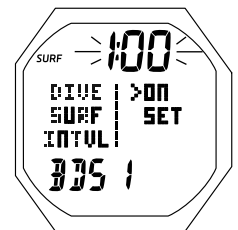

Fig. 145 - RÉGLAGE DE L'INTERVALLE DE SURFACE ENTRE LES PLONGÉES
**RÉGLAGE DE L'INTERVALLE DE SURFACE ENTRE LES PLONGÉES (BDSI)** : paramètres affichés (Fig. 145)